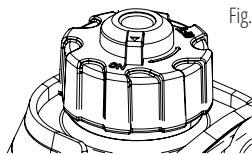

Fig. 1
3. Deschideți ventilul de pe bușonul de combustibil în poziția „ON” (fig. 1).